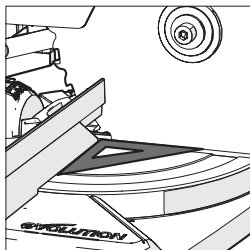

Fig. 14
- Puneți un raportor pe masă cu o latură scurtă lipită de riglă și cealaltă latură scurtă lipită de disc (evitați vârfurile de TCT ale dinților discului) (**Fig. 14**).